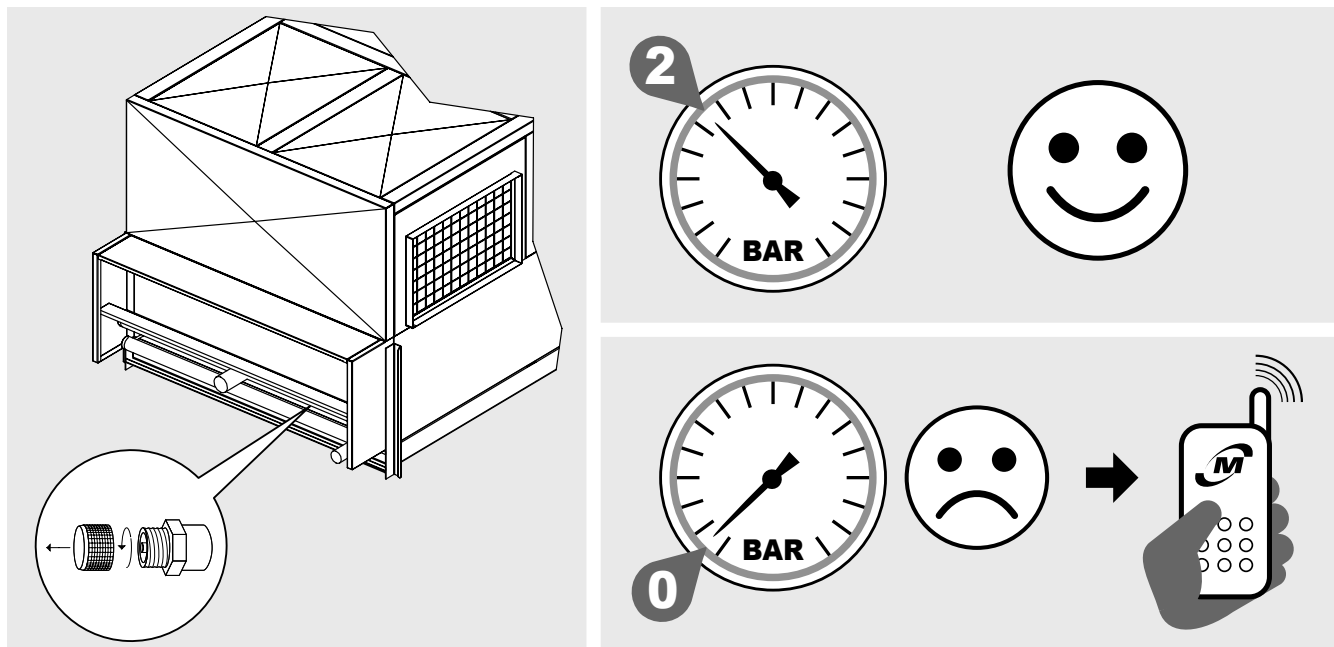

Figura 2
- 4.2 El intercambiador de calor del condensador (H(C)FC) y del gas cooler (CO₂) se suministran con una precarga de aire seco de 2 bares y tienen conexiones de carga UNF 7/16"-20. Compruebe la presión; si no hay presión, póngase en contacto con Modine inmediatamente e informe del problema en el documento de transporte. La falta de presión indica una pérdida causada por un daño sufrido durante el transporte. Obsérvese la Figura 2.